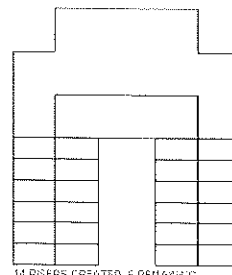

Figura 11.65 – Edição com Dividir elemento e Excluir.
9. Com a ferramenta **Dividir elemento**, no painel **Modificar** da aba **Modificar | Escadas > Editar croqui**, corte as arestas e apague as partes que sobraram do retângulo com a ferramenta **Excluir**, para ficar semelhante à Figura 11.65.